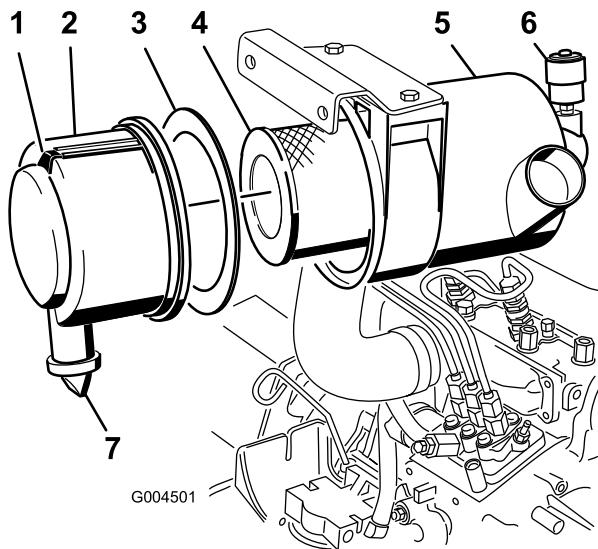

Bild 42
- Warten Sie den Luftfilter, wenn die Luftfilteranzeige rot anzeigt (Bild 42) oder nach jeweils 400 Betriebsstufen (häufiger in sehr staubigen oder schmutzigen Bedingungen). Warten Sie den Luftfilter nicht zu häufig.
- Ziehen Sie den Riegel nach außen und drehen Sie die Luftfilterabdeckung nach links (Bild 42).
- Entfernen Sie die Abdeckung vom Luftfiltergehäuse (Bild 42).
- Entfernen und wechseln Sie den Hauptfilter aus (Bild 42).
- Stellen Sie sicher, dass die Schaumdichtung in der Abdeckung liegt und nicht gerissen oder beschädigt ist (Bild 42). Ersetzen Sie die Dichtung, wenn sie beschädigt ist.
- Nehmen Sie das Gummiauslassventil von der Abdeckung ab (Bild 42).
- Stellen Sie die Anzeige (Bild 42) zurück, wenn sie auf Rot steht.